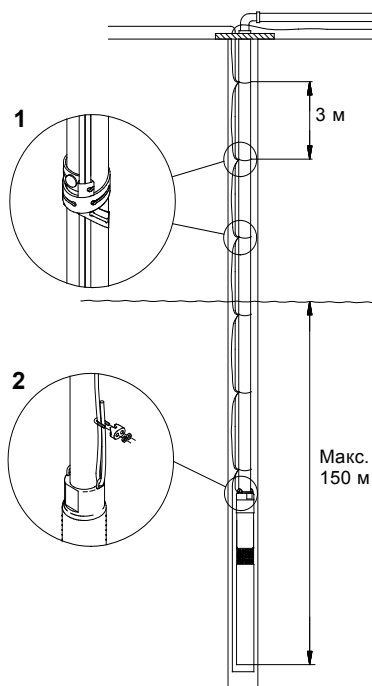

Рис. 11
На рис. 11 показана установка насоса с данными по:
Хомуты для зажима кабеля должны устанавливаться через каждые 3 метра, смотри рис. 11.
**Максимальная** глубина погружения относительно уровня воды: 150 м, смотри рис. 11.
Рекомендуется, страховать насос с помощью стального троса, смотри рис. 11, поз. 2.